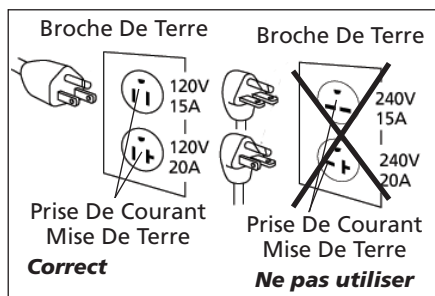

Figure 2
1. Cet appareil doit être utilisé sur un circuit nominal de 120 volts. Il doit être mis à la terre. Dans l'éventualité d'un court-circuit, la mise à la terre réduit le risque de choc électrique en fournissant un fil d'échappement pour le courant électrique. L'appareil est équipé d'un cordon avec une broche de masse. Il pourra être installé sur l'un des types courants de sortie représentés à la figure 2. Si la fiche ne convient pas à la sortie désirée, un électricien qualifié peut remplacer la fiche ou la prise.